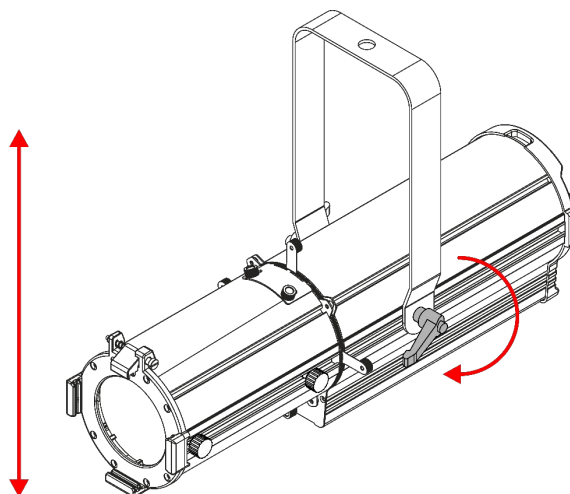

Fig. 10
- 01) Ruotare la **maniglia di regolazione (03)** in senso antiorario per allentarla.
- 02) Inclinare il dispositivo all'angolo desiderato (vedere la Fig. 10).
- 03) Ruotare la **maniglia di regolazione (03)** in senso orario per serrarla.